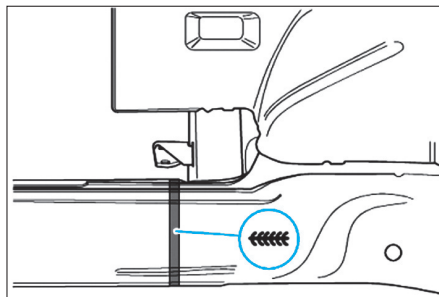

FIG. 9
- Immobiliser le longeron sur la tête de redressage et effectuer la soudure en bord à bord, en cordon continu sous gaz de protection (Fig.9).